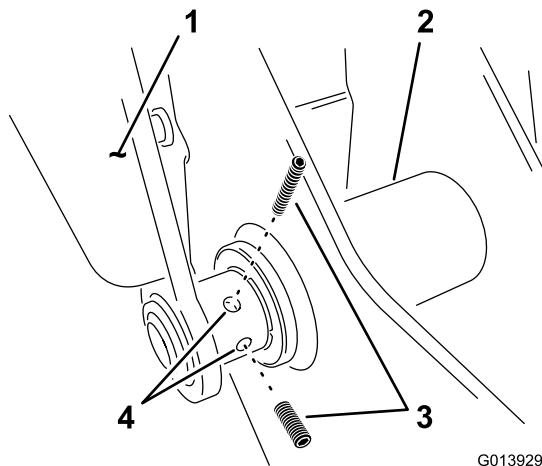

Figura 7
9. Instale dois parafusos de ajuste no braço esquerdo no ponto inferior da dobradiça (Figura 7).
6. Aperte os dois parafusos de afinação no braço articulado esquerdo; consulte a Figura 7 em Montar os braços da cavidade na estrutura de suporte \(página 7\).